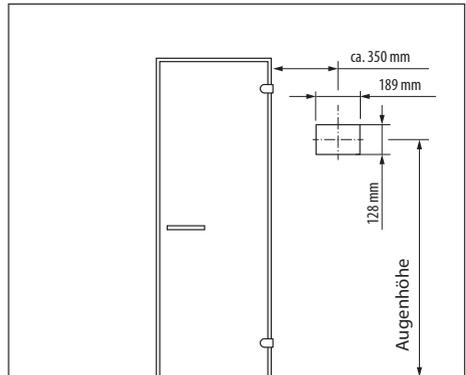

Abb. 5
2. Erstellen Sie einen Wandausschnitt 128 x 189 mm (Höhe x Breite, Abb. 5 und 7).